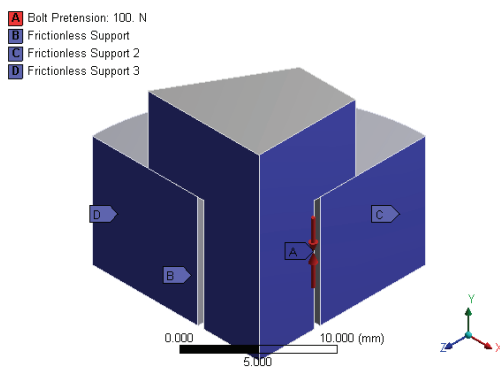

图 8-28 边界条件设置效果
10) 选择 Mechanical 界面左侧 Outline 树结构图中的 Static Structural (A5) 选项查看设置。通过以上设置得到的边界条件如图 8-28 所示。